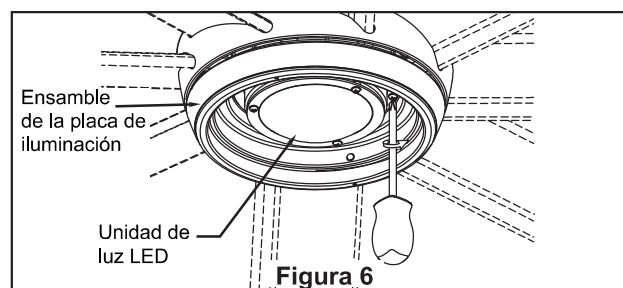

Figura 6
5. El receptor tiene una antena Wifi que puede utilizarse si sufre problemas de rango. (Figura 6)
- ☐ **6.** Instale la unidad de luz LED en la ensamble de la placa de iluminación mediante los dos chaveteros. Vuelva a colocar el los tornillo extraídos en el paso 3 y apriete todos los tornillos. (Figura 6)
☐ **8.** Vuelva a colocar la cubierta de la batería en el mando a distancia con un tornillo retirados previamente. (Figura 6)